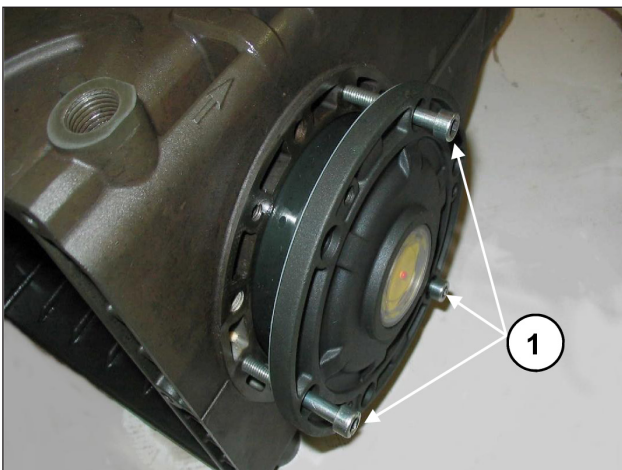

图8
为了便于第一部分的注油和盖子在曲轴箱的插入，建议使用3个部分螺纹的M6×40螺丝(图8, ①)，然后使用附带的螺丝（M6X16）完成操作。